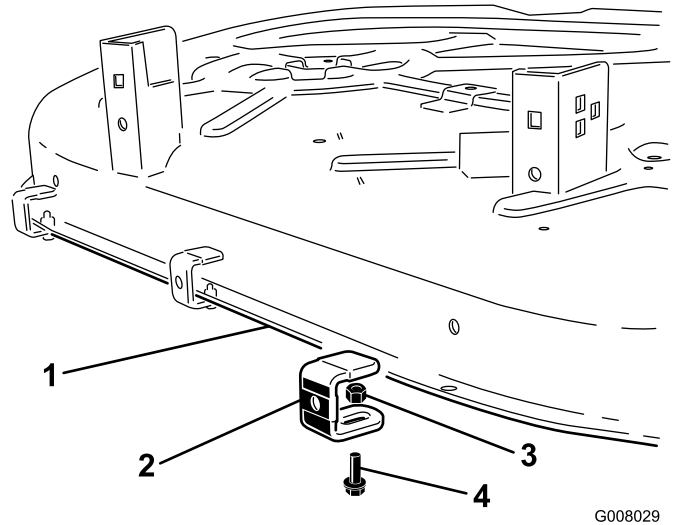

Figura 2
3. Montate la staffa nei fori illustrati in (Figura 2) mediante i tre bulloni (1/4 x 3/4 poll.) e tre dadi di bloccaggio (1/4 pollice). Tenete stretto il cappuccio di gomma della staffa contro la parte posteriore del piatto e serrate. Utilizzate i fori esterni su una delle estremità della parte posteriore del piatto.